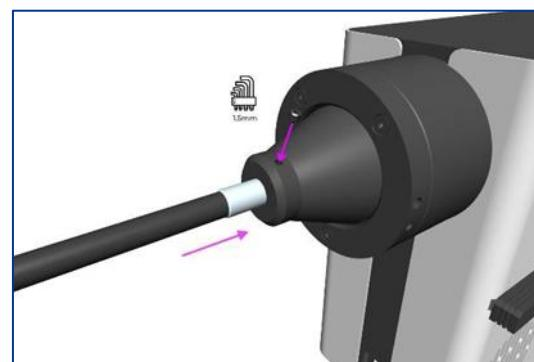

Figure 14
2. Tout en maintenant le guide de lumière liquide bien en place, utilisez la clé hexagonale de 1,5 mm pour fixer délicatement la vis sans tête de rétention qui se trouve à la sortie de la source lumineuse (Figure 14).